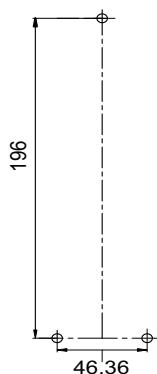

Рис. 1
- Прикрепите устройство AXIS T8123-E/T8124-E тремя винтами. См. рис. 1 (отверстия для винтов отмечены цифрами 1, 2 и 3).